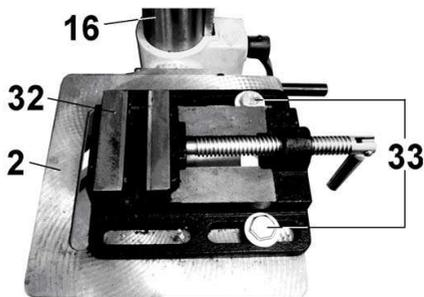

Рис.6.
- 9.12. Установите на рабочий стол (2) тиски (32) и зафиксируйте их положение специальными болтами (33), Рис.6.
10.7. Осевое перемещение шпинделя задается вращением штурвала ручками подачи (12), Рис.2. При сверлении отверстий контролируйте величину осевой подачи режущего инструмента во избежание контакта режущего инструмента с тисками (32) или рабочим столом (2), Рис.6